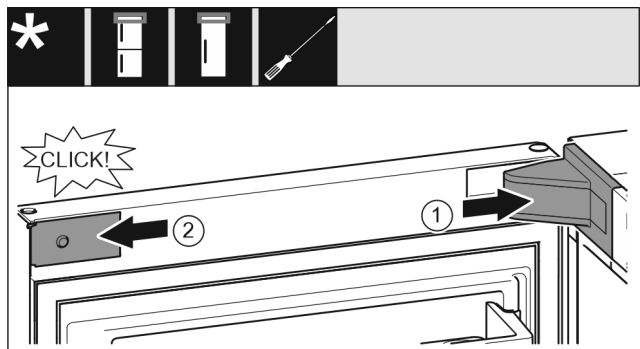

Fig. 34
- ▶ Lagerbokafdekking plaatsen en vastklikken, evt. voorzichtig uit elkaar drukken. Fig. 34 (1)
- ▶ Panelen aan de zijkanten plaatsen en vastklikken. Fig. 34 (2)